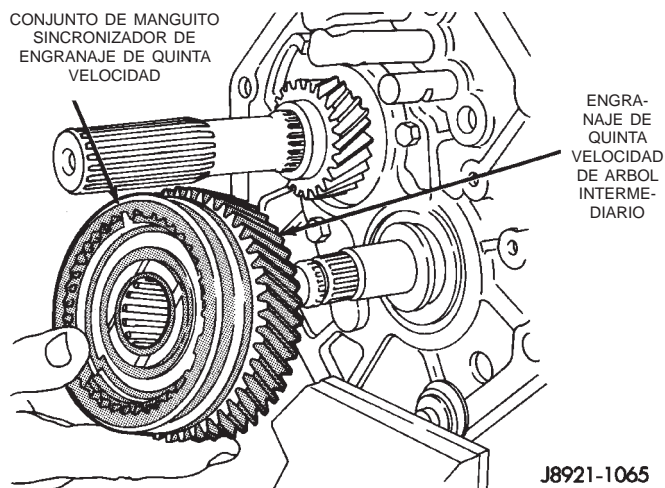

Fig. 54 Desmontaje del conjunto de sincronizador y engranaje de quinta velocidad
(6) Retire el conjunto de engranaje del árbol intermedio de quinta velocidad del árbol intermedio (Fig. 54).